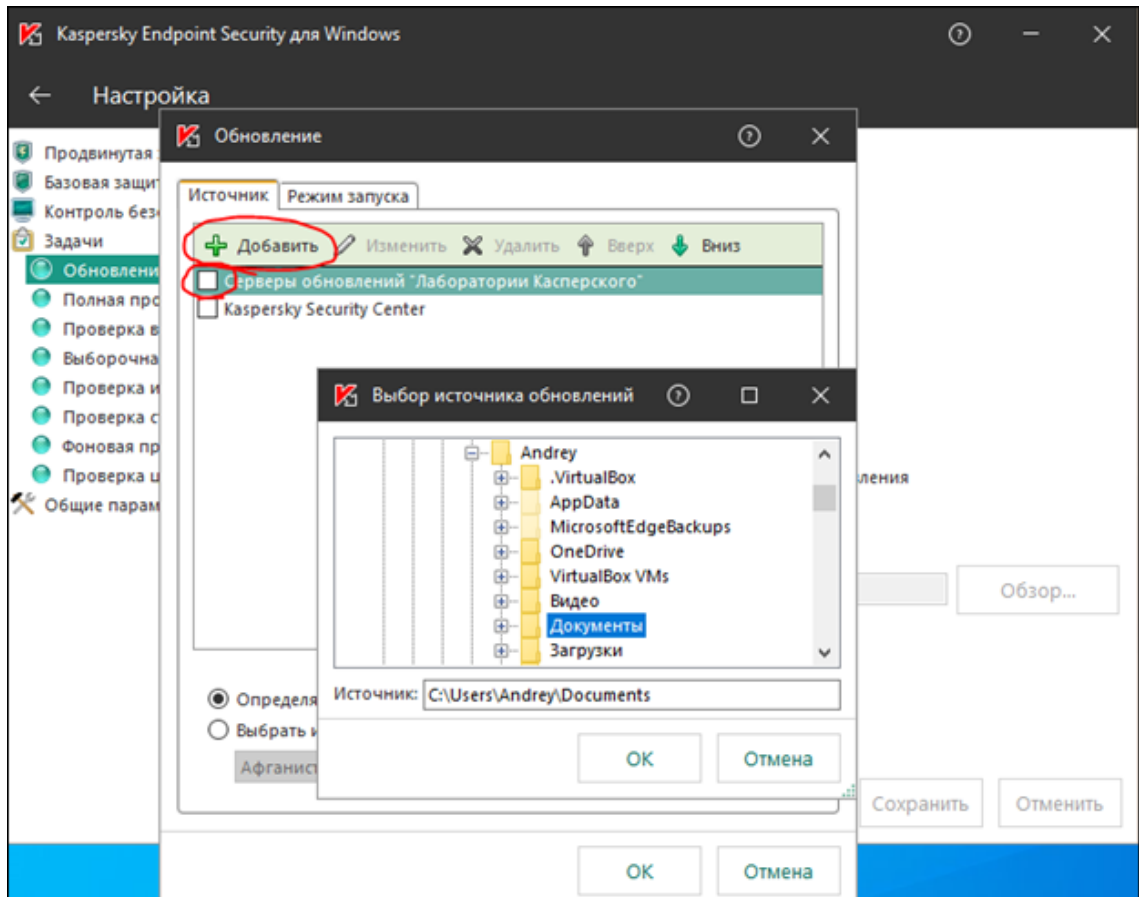

Рисунок 475 - Обновление
- h. На вкладке **Обновление** установите режим запуска **Вручную** и выберите источник обновления. Если у Заказчика есть сервер администрирования, то выберите **Kaspersky Security Center**. Если нет, то добавьте свой источник (это может быть локальная папка, сетевой диск, FTP-сервер и пр.) (Рисунок 475). Отключите получение обновления с серверов «Лаборатории Касперского».